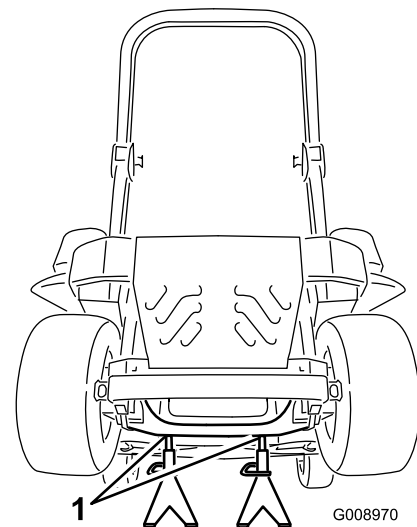

Figura 84
3. Levante la máquina y apóyela sobre soportes fijos (Figura 84).
9. Retire los soportes y baje la máquina (Figura 84).